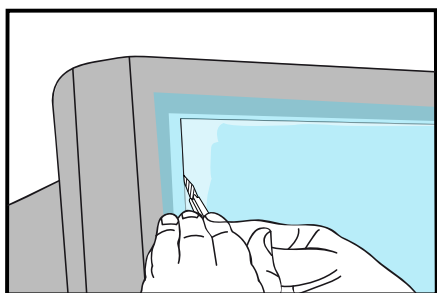

Figure 14
- › Couper le film, avec le CUTVITRE muni d'une lame neuve, en vous ajustant sur le bord de l'écran. (FIG. 14)